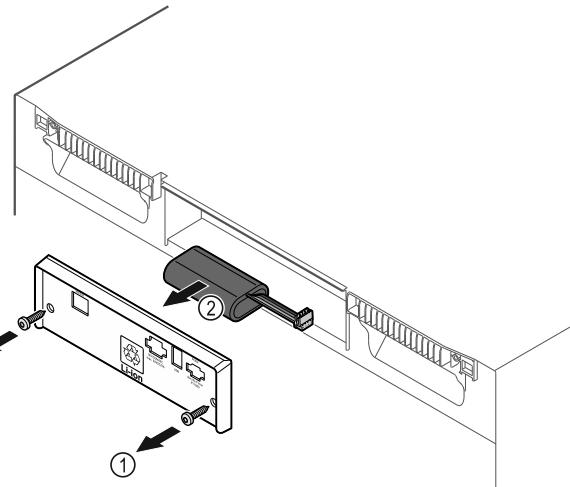

Fig. 201
- Ξεβιδώστε τις βίδες και αφαιρέστε το κάλυμμα στην πίσω πλευρά της συσκευής Fig. 201 (1).
- Αποσυνδέστε και τραβήξτε έξω την μπαταρία Fig. 201 (2).